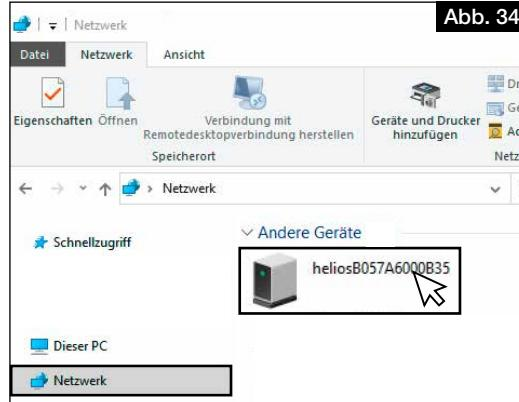

Abb. 34
2. Arbeitsplatz öffnen und auf Netzwerk klicken, vgl. Abb. 34.
- ① Die Netzwerkerkennung muss eingeschaltet sein!
3. Doppelklick auf das entsprechende Gerät, vgl. Abb. 34.